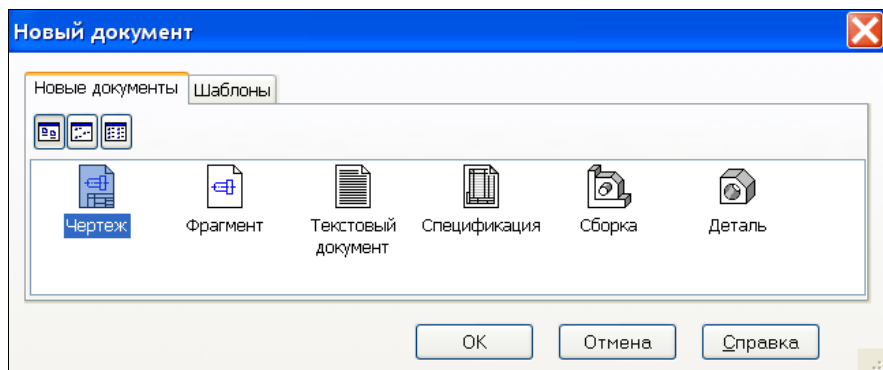

Рис. 1.4. Диалоговое окно **Новый документ**
- ◆ **Создать**. При щелчке ЛК мыши по данному пункту появится диалоговое окно **Новый документ** (рис. 1.4) со значками для выбора режима работы, как в **Стартовой странице**. Можно выбрать следующие режимы работы: